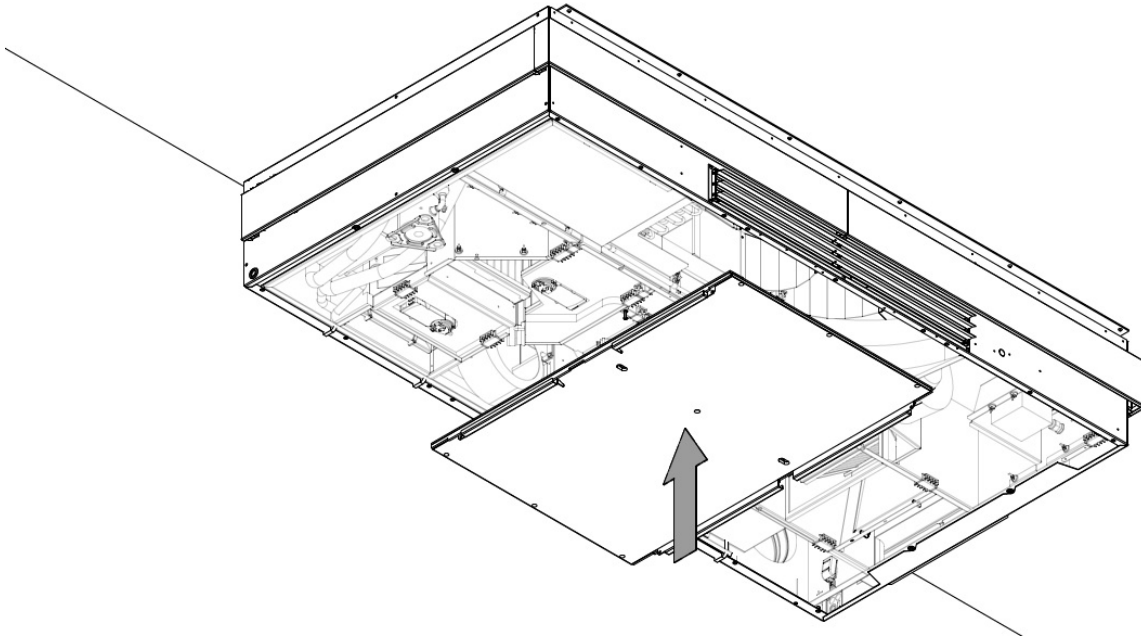
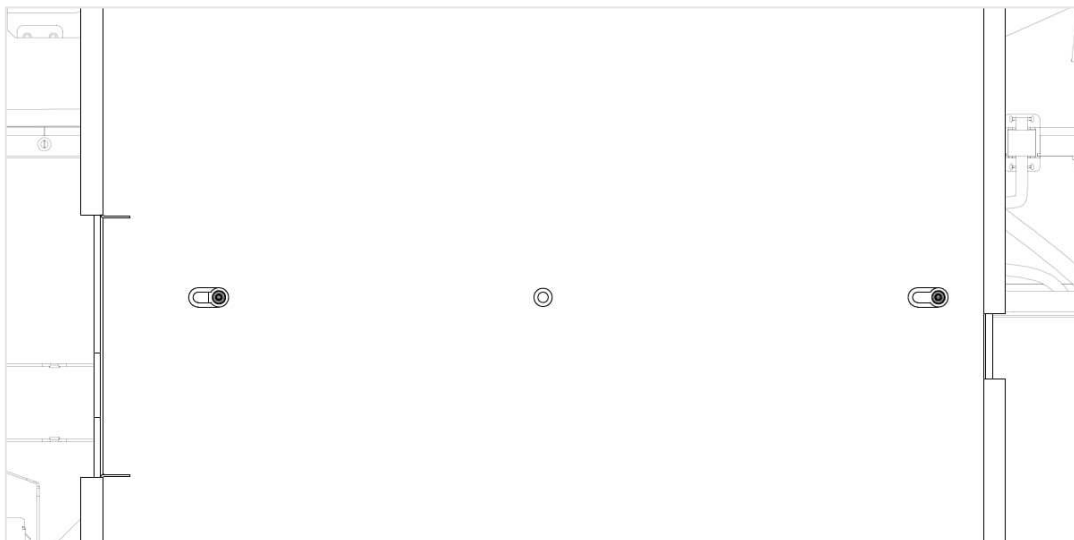
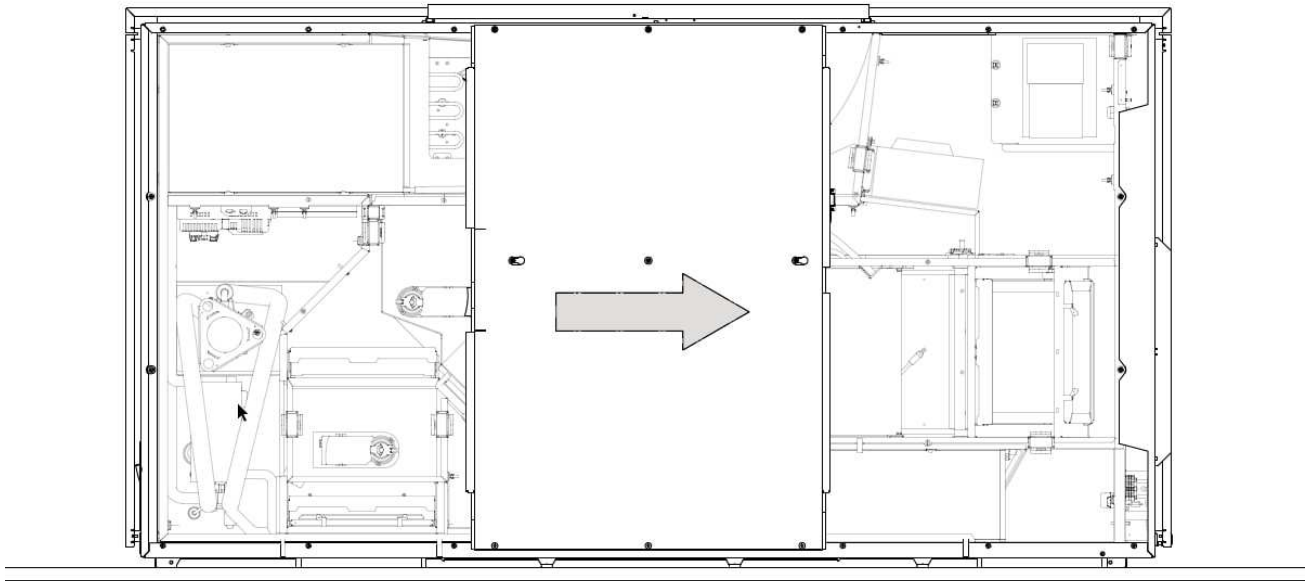
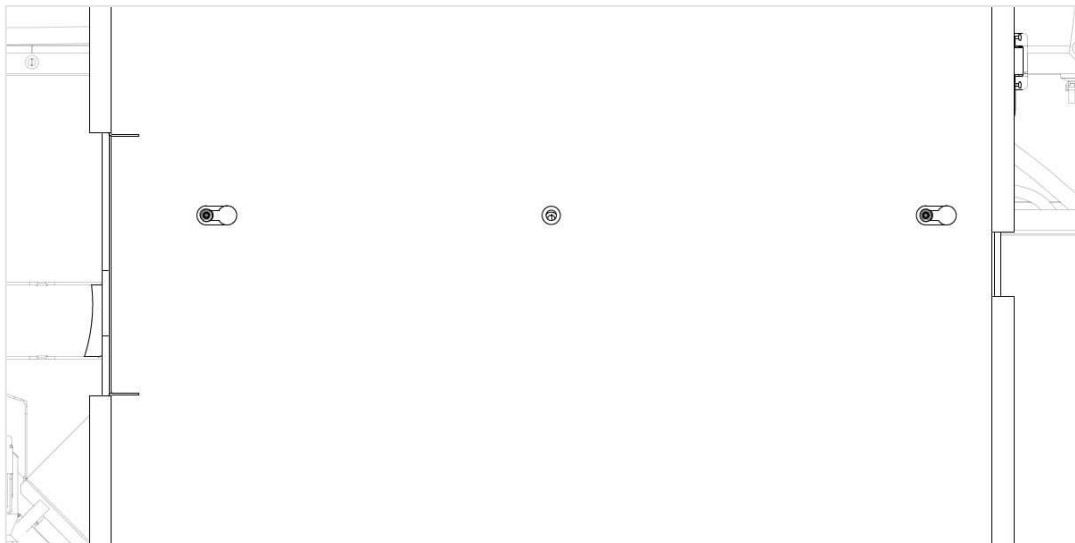

Abbildung 31: Anheben der mittleren Stahlplatte
Abbildung 32: Der Schraubenkopf muss durch den runden Teil des Schlüssellochs gehen
Abbildung 33: Schieben der Stahlplatte nach rechts
Abbildung 34: Stahlplatte, verriegelt im schmalen Teil des Schlüssellochs
2. Heben Sie die mittlere Stahlplatte nach oben und stecken Sie sie auf die Schrauben. Die Schraubenköpfe müssen in den runden Teil des Schlüssellochs eingeführt werden, schieben Sie die Platte dann nach rechts, um sie im schmalen Teil des Schlüssellochs zu verriegeln, siehe Abbildung 31, Abbildung 32, Abbildung 33 und Abbildung 34.